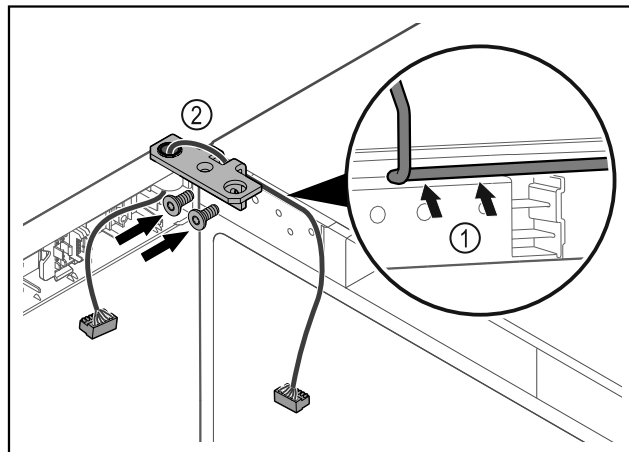

Fig. 42
- ▶ Preveďte kábel cez vybranie uholníka závesu a opatrne ho položte Fig. 42 (1).
- ▶ Naskrutkujte uholník závesu Fig. 42 (2).